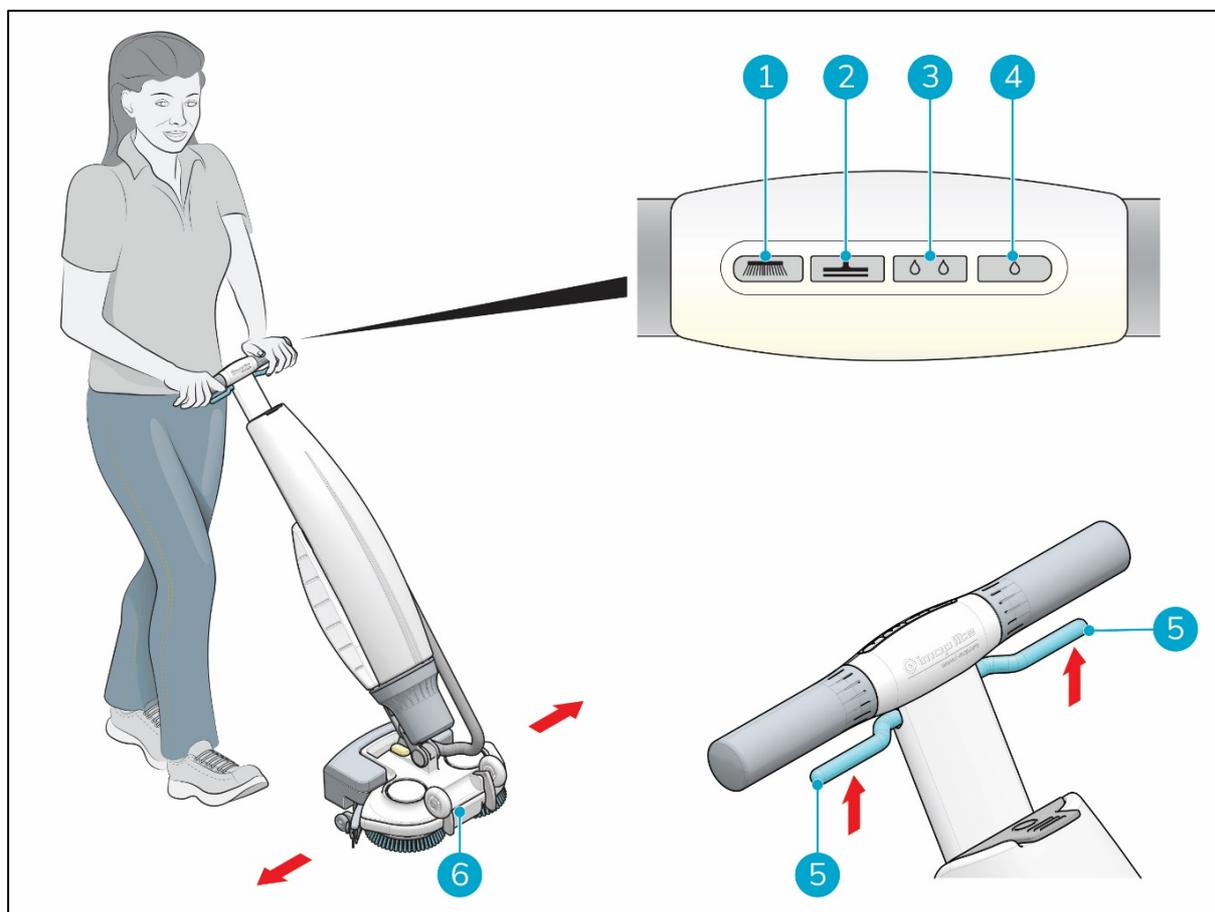

Figure 17
6. Choisissez votre mode de nettoyage via les boutons du panneau de commande (Figure 17, pos 1 à 4). Vous pouvez sélectionner les options indépendamment ou en combinaison.
8. Appuyez sur la gâchette de la poignée (Figure 17, pos 5). Cela démarrera également l'i-mop Lite
11. Dirigez en tournant doucement la poignée vers la gauche ou la droite pour déplacer la plateforme de récurage (Figure 17, pos 6).
12. Relâchez la gâchette (Figure 17, pos 5) pour arrêter immédiatement l'i-mop Lite. Le moteur d'aspiration s'arrête après 3 secondes.